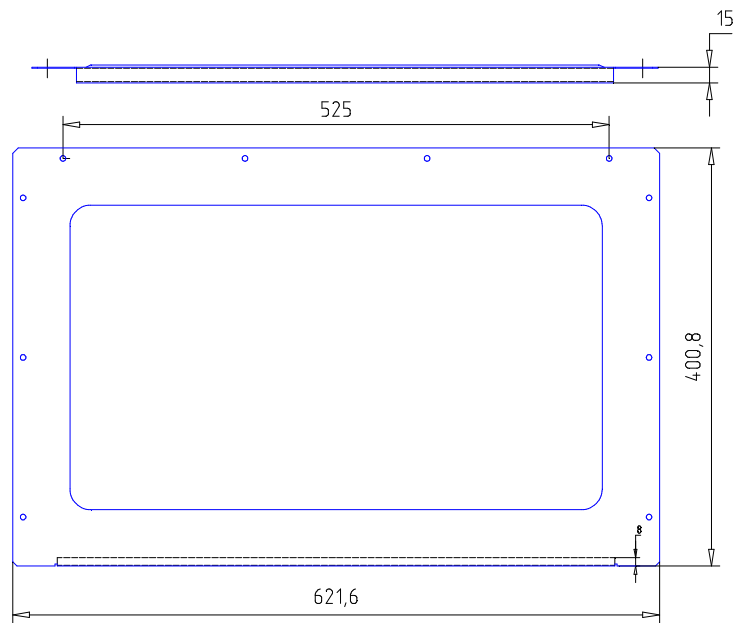
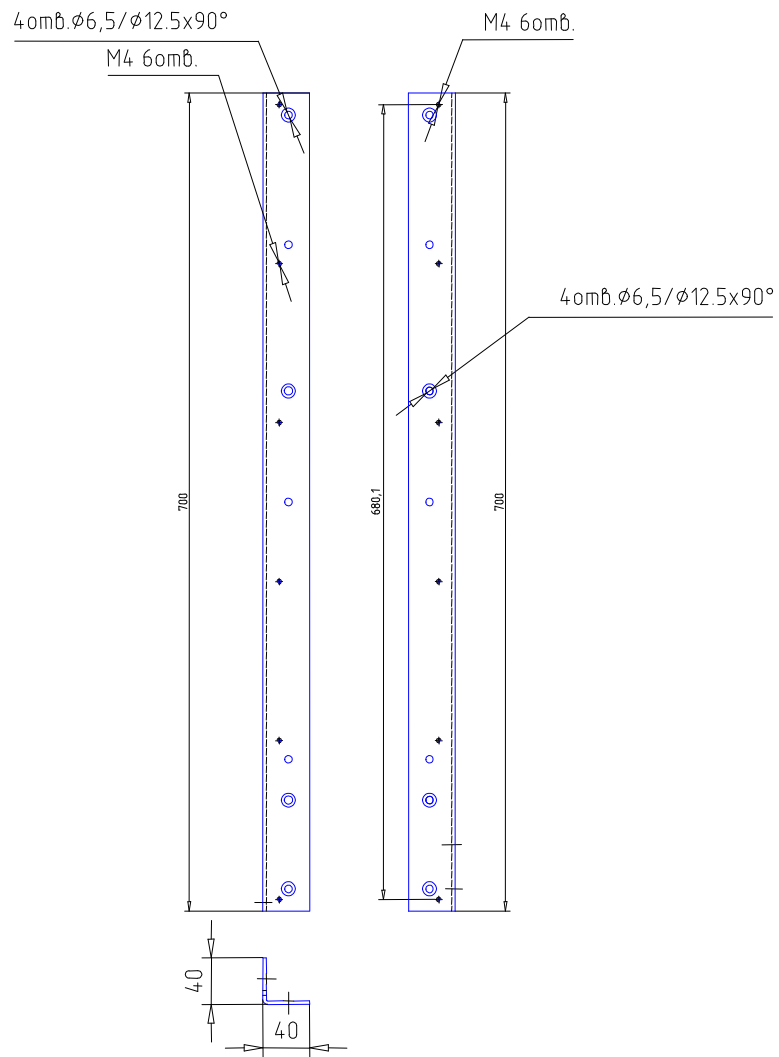
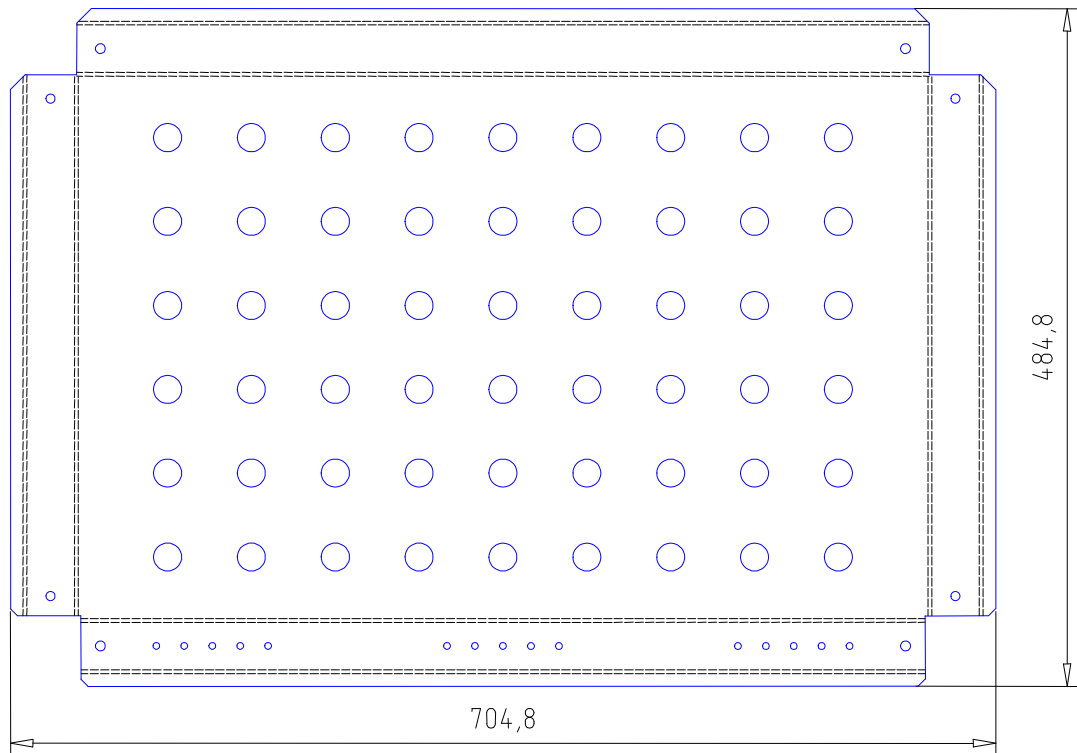

Рисунок 3.1 – Батарейный стеллаж Штиль MBS-02. Крышка верхняя
Рисунок 3.5 – Батарейный стеллаж Штиль MBS-02. Стойка задняя
Рисунок 3.6 – Батарейный стеллаж Штиль MBS-02. Полка
4.2 Соединить винтами М6\*16 полки изделия (рисунок 3.6) со стойками задними (рисунок 3.5).
4.3 Соединить винтами М6\*16 полки изделия (рисунок 3.6) со стойками передними (рисунок 3.4).
4.6 Закрепить винтами M4\*6 верхнюю крышку изделия (рисунок 3.1) на стойках (рисунок 3.5 и 3.6)